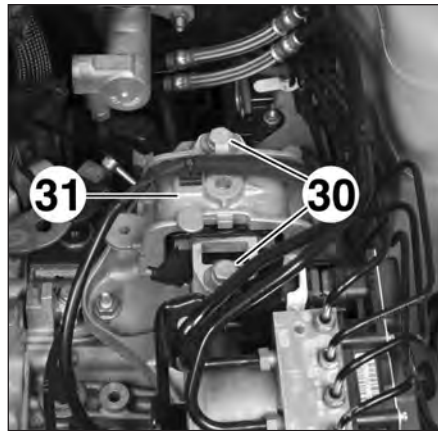

FIG.115
- les vis (30) du support de boîte de vitesses (31) (Fig.115),